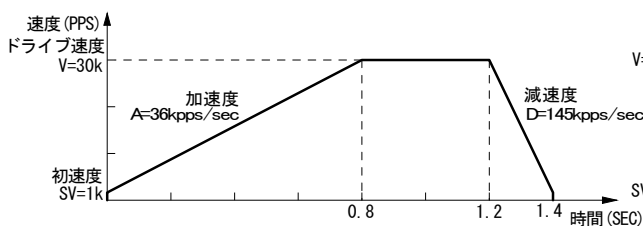
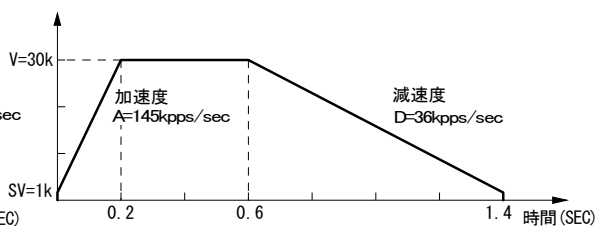

図 2.11 非対称直線加減速ドライブ(加速度<減速度)
図 2.12 非対称直線加減速ドライブ(加速度>減速度)
さまざまなワークのスタッキング装置などでは、垂直方向に対象物を動かす場合、対象物に対して重力加速度が加わるために上下移動の加速度と減速度を変えたい場合があります。本ICは、このように加速度と減速度の異なる非対称直線加減速の定量パルスドライブにおいても自動減速させることができます。あらかじめ計算によってマニュアル減速点を設定しておく必要はありません。図 2.11 は、加速度より減速度が大きい例、図 2.12 は減速度より加速度が大きい例です。このような非対称の直線加減速においても、出力パルス数Pと、各速度パラメータ値から減速開始点をIC内部で算出します。
- ・ 加速度 > 減速度 (図2.12) の場合、加速度と減速度の比率に次のような条件があります。また、この場合はドライブ速度を2MPPS以下で使用してください。
- ・ 加速度 > 減速度 (図2.12) の場合、加速度 A と減速度 D の比率が大きくなればなるほど引き摺りパルスが多くなります (A/D=10倍で最大10パルス程度)。引きずりパルスが問題になる場合には、①初速度を上げる、②加速カウンタオフセットにマイナス値をセットする、等で対処します。
前記、図2.11に示す非対称直線加減速 (加速度 < 減速度) 定量パルスドライブのパラメータ設定は、次のようになります。